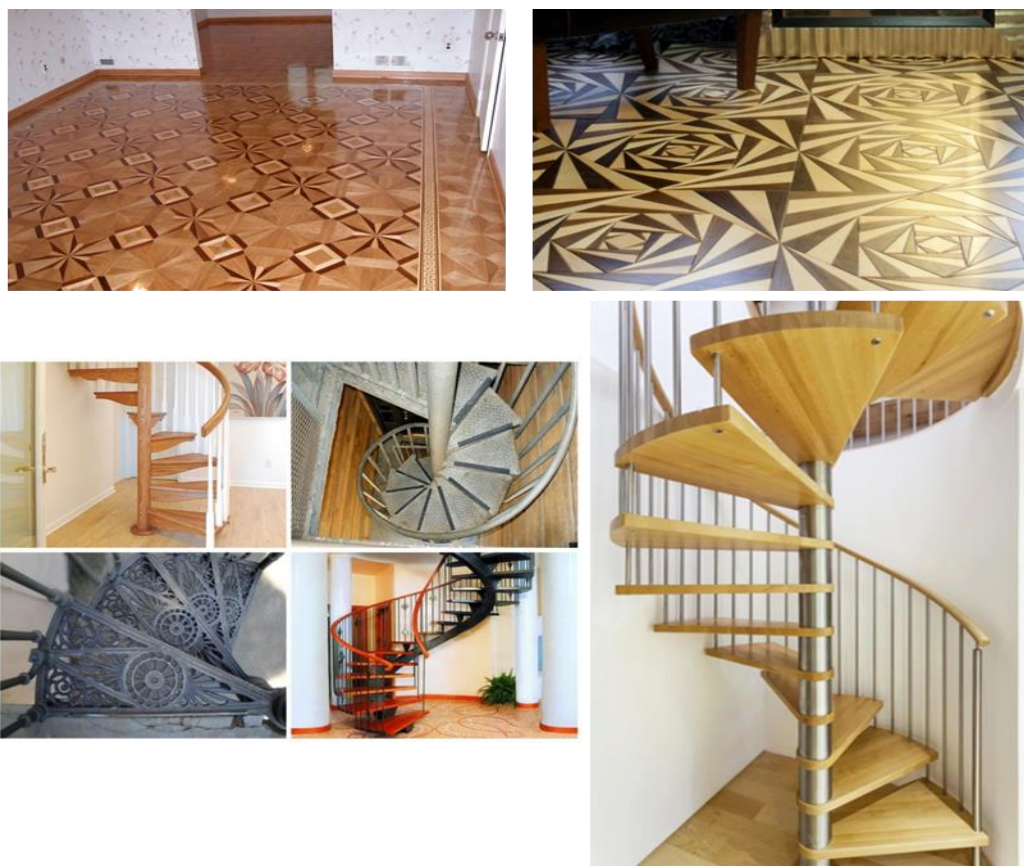

Рис. 13. Примеры применения трисекции угла в строительстве
*Применение трисекции угла.* На основе проведения теоретического исследования и освоения принципа действия представленных выше приспособлений их дальнейшее практическое применение возможно в следующих областях (рис. 13):